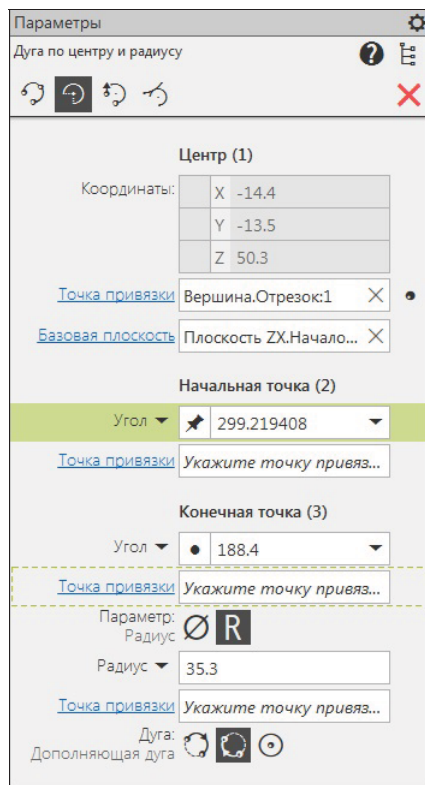

Рис. 22.5. Панель Параметры:
- ◆ укажите центральную точку дуги **1**. Ее можно задать ЛК мыши в окне модели, либо связать с имеющимся точечным объектом, либо нажать кнопку **Построение точки** на панели **Параметры: Дуга по центру и радиусу** (рис. 22.5) справа от поля **Точка привязки**. Далее система автоматически определит положение дуги. Она проходит через ее центр параллельно базовой плоскости;